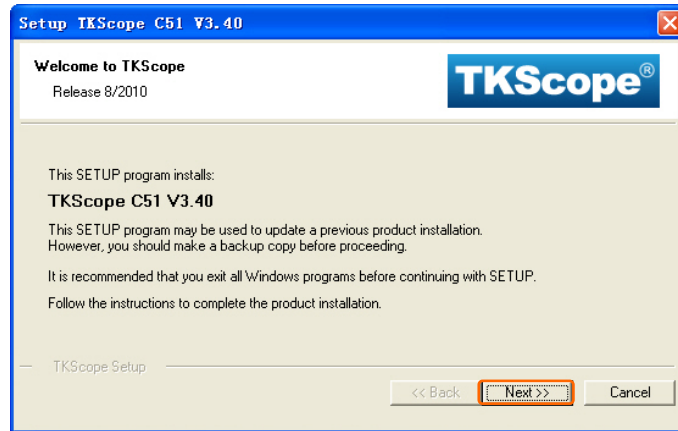
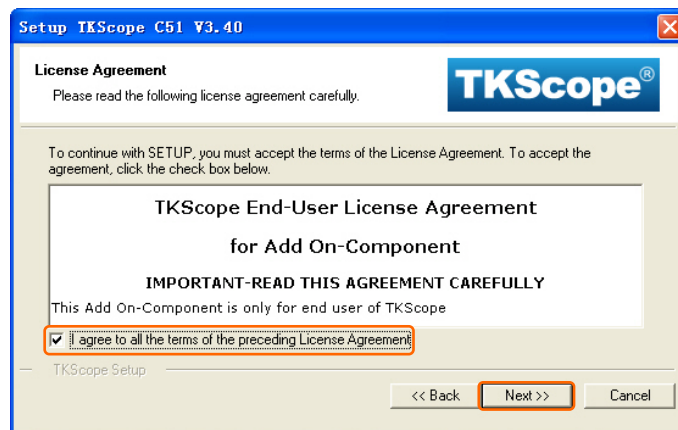

图 2.3 安装驱动提示框
图 2.4 协议许可提示框
1. 双击驱动文件【TKScopeSetup_C51】，系统会弹出如图 2.3 所示的对话框。
2. 点击图 2.3 中【Next】选项，系统会弹出如图 2.4 所示的对话框。选中【I agree to...】，然后点击【Next】进行下一步操作。